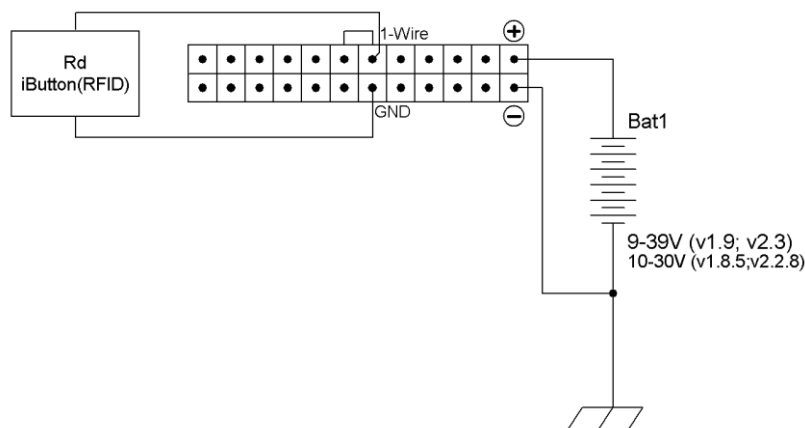

Рисунок 7. Схема подключения считывателей iButton(RFID) для терминалов v1.x; v2.x
1. подключите считыватель ключей iButton к терминалу (Рис. 7);